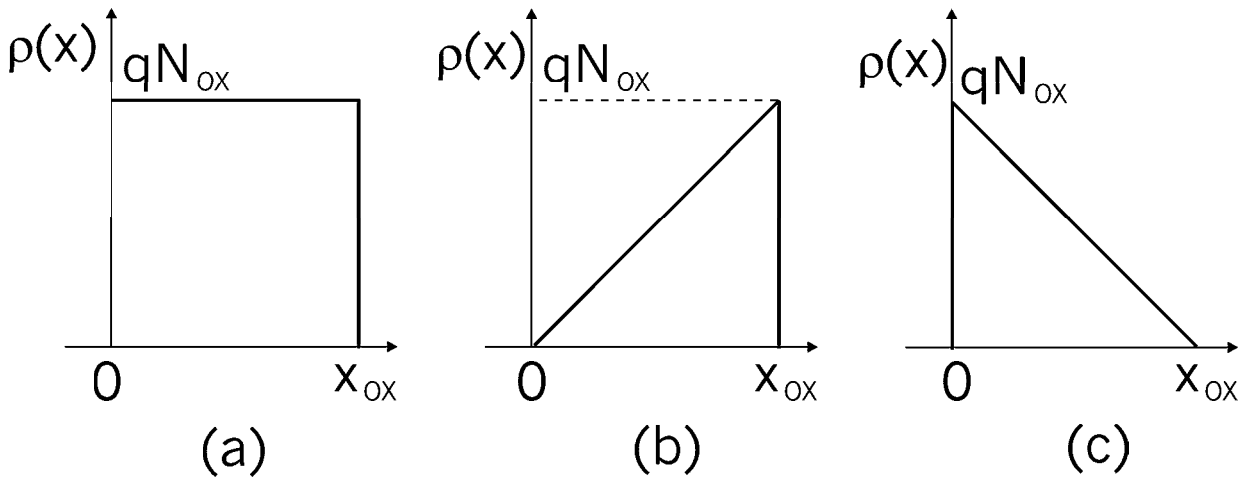

Figura 3:
3.4 Si calcolino gli spostamenti della tensione di soglia indotti dalle tre distribuzioni di carica fissa nell'ossido mostrate in Figura 3 con $N_{OX} = 2 \cdot 10^{18} \text{ cm}^{-3}$.